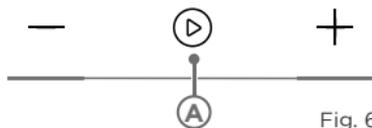

Fig. 6
2. Selecione a temperatura e a função desejadas, usando os botões correspondentes e aperte o botão “” (“A” - Fig. 6).